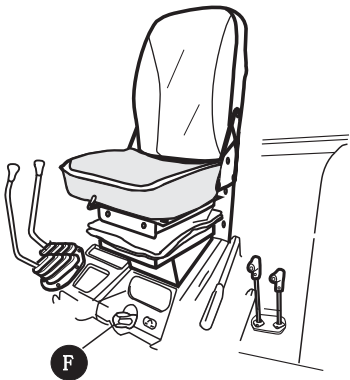

图 4-24（1）下降速度控制旋钮
为了调节农具的下降速度以及将农具锁定在所需的位置上，设有下降速度控制旋钮②(见图4-24(1))。当顺时针转动旋钮②，农具的下降速度增快，逆时针方向转动旋钮，农具下降速度变慢，当旋钮全部退出后，就起到液压锁的作用。当农具提升到所需位置后，逆时针转动旋钮至最大位置时，农具就被液压锁定在所需的高度上。这时，即便移动位操纵手柄，农具也不上升或下降。